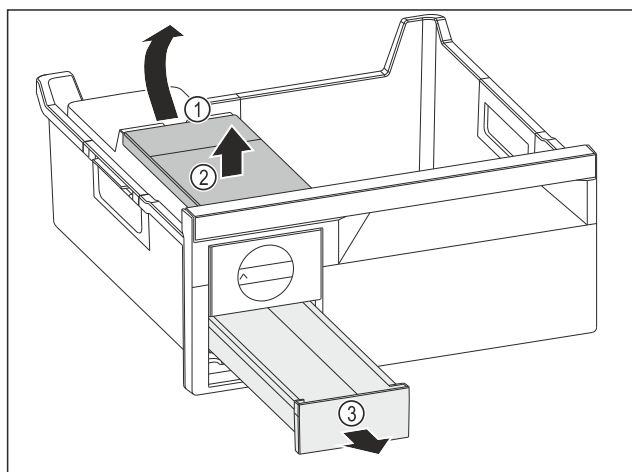

Fig. 142
- Извлеките бак для воды: Поднимите бак для воды за выемку Fig. 142 (1).
- Извлеките бак для воды Fig. 142 (2) движением вверх.
- Извлеките выдвижной ящик для кубиков льда Fig. 142 (3) движением вперед.